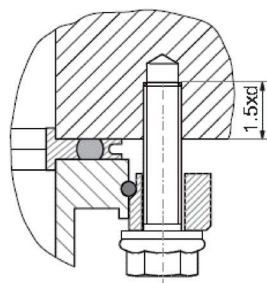

图 6 ISO-K 和 ISO-F 法兰连接
- (1) 安装前检查法兰密封表面，确保没有损伤；
- (2) 将松套法兰、挡圈依次套在分子泵进气法兰上；
- (3) 将中心支架 / 定位环和胶圈对中放入分子泵进气法兰（ISO-K 法兰），分子泵进气法兰预设胶圈槽的不用中心支架；
- (4) 如图 6 所示，使用相应数量的六角螺栓（或螺柱 + 螺母）将分子泵固定。